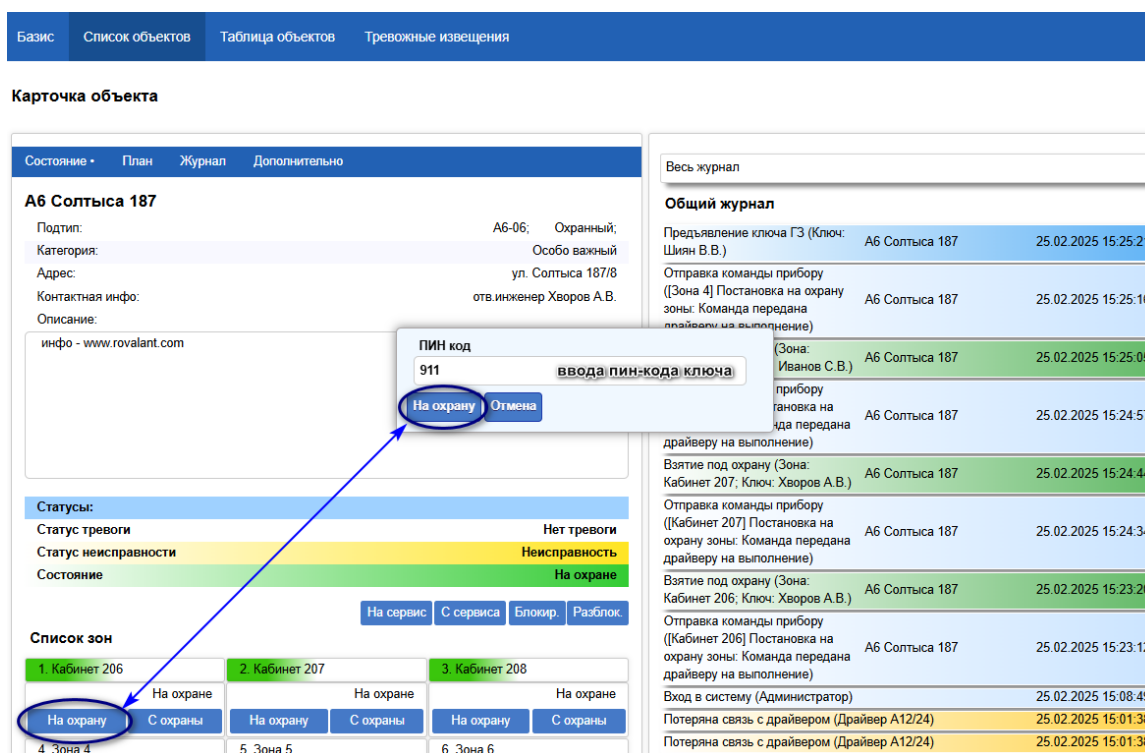

Рис. 154. Функции управления зонами охраны модуля «Мониторинговый АРМ»
- в списке зон, например для охранных приборов серии «А6/А16», дежурному оператору, при условии допуска к функциям управления, активны программные кнопки управления - «На охрану» и «С охраны». Для выполнения этих функций, дежурному оператору необходимо выбрать зону и соответствующую кнопку управления, ввести пин-код ключа, который прописан в приборе для этой зоны, и отправить команду. (Рис.154)